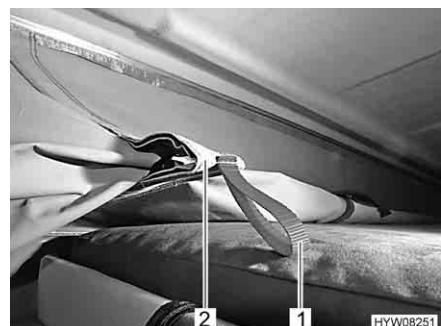

Fig. 57 Dispositivo di inserzione
- Tirare lentamente verso il basso il tetto a soffietto (Fig. 55,1) tenendolo per le maniglie (Fig. 55,2) o le cinghie ausiliarie (Fig. 55,3) fino a che il tetto a soffietto rimane autonomamente in questa posizione. Prestare attenzione a che i dispositivi di inserzione laterali (Fig. 57,2) si pieghino verso l'interno.
- Tirare il tessuto della tenda per i passanti (Fig. 57,1) del dispositivo di inserzione (Fig. 57,2) verso l'interno.